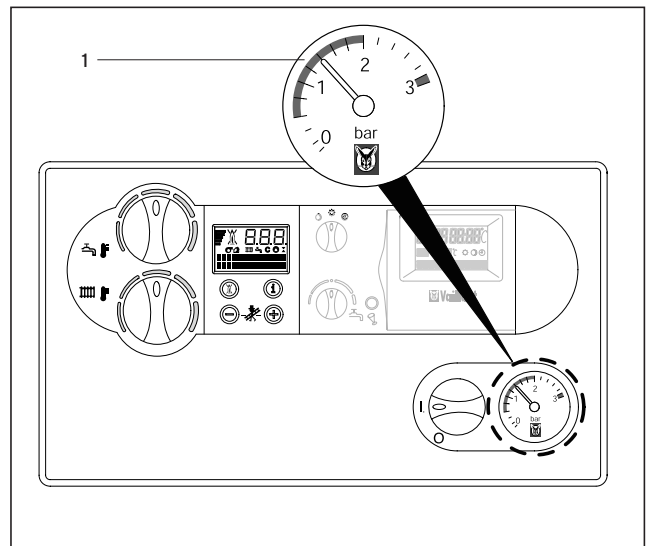

Abb. 3.15 Gerät/Heizungsanlage füllen
Für einen einwandfreien Betrieb der Heizungsanlage soll bei kalter Anlage der Zeiger am Manometer (1) im Bereich zwischen 1,0 und 2,0 bar Fülldruck stehen (Abb. 3.15). Steht er unterhalb von 0,8 bar, füllen Sie bitte entsprechend Wasser nach.